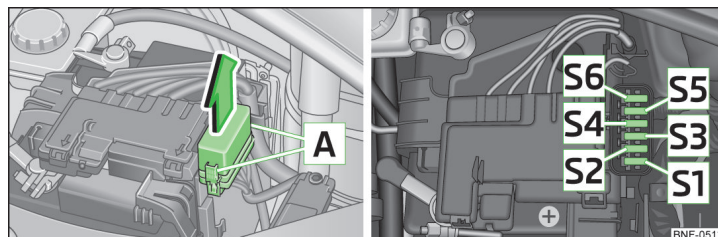

Fig. 126 Sikringsboksens afdækning / Sikringer
Sikringerne er placeret under en afdækning ved siden af bilens batteri » Fig. 126.
- Tryk låseknapperne på afdækningen **A** » Fig. 126 sammen samtidig.